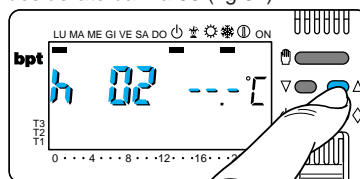

Fig. 67
13.6 - Premere il pulsante ∇ oppure Δ sino a raggiungere il numero di ore desiderato da 1 a 99 (fig.67).